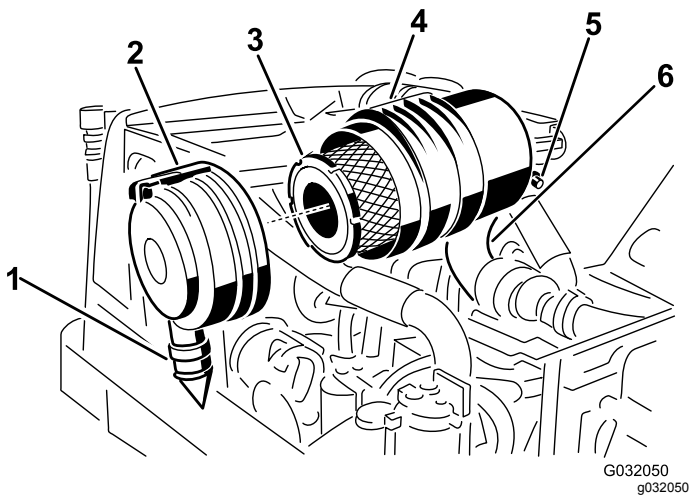

Figura 44
2. Retire el filtro primario (Figura 44).
las posiciones de las 5 y las 7, visto desde el extremo y cierre el enganche (Figura 44).
3. Cambie el filtro primario (Figura 44).